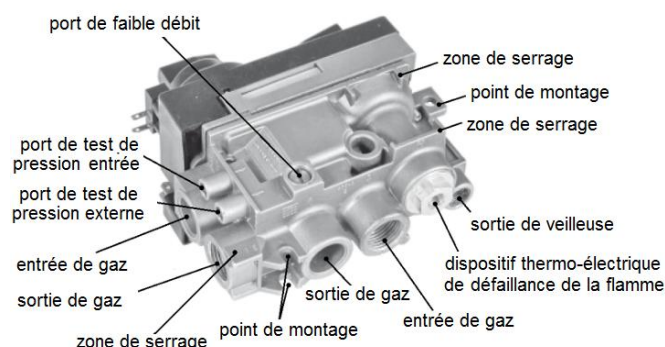

Figure 15 – Configuration de la Soupape GV60 (Côté)
Quand les filets sont serrés, la soupape doit être maintenue à l'endroit de serrage désigné (*voir figure 15*). NE PAS appliquer de pression sur le dessus du moulage ou sur le couvercle de plastique.
1. Brancher un manomètre au robinet de pression externe de la soupape. L'ouverture du robinet de pression se fait en tournant la vis en sens contraire des aiguilles d'une montre (voir Figure 15).